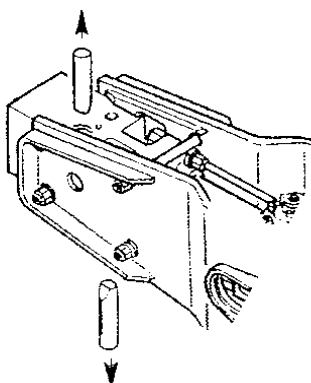

Рис. 5.58. Удаление блокировочных шкворней пики
2. С помощью второй отвертки необходимо вытолкнуть блокировочный шкворень пики наружу молота (Рис. 5.58).